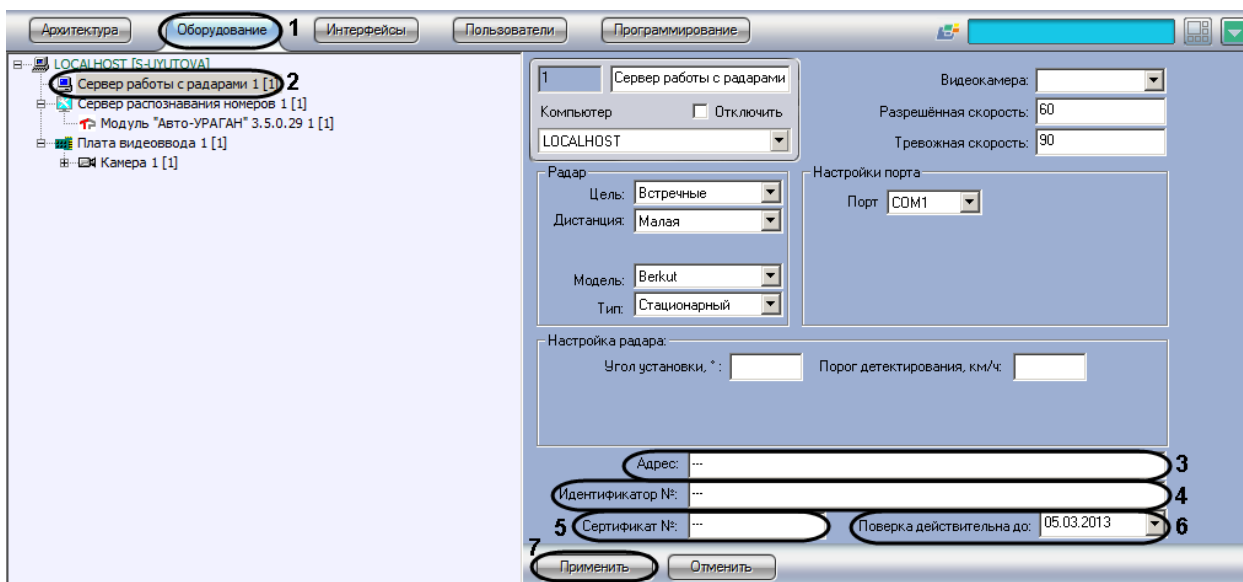

Рис. 7.3—11. Задание сведений об устройстве «Радар» для отображения в отчете о распознанном номере
2. В дереве объектов на вкладке «Оборудование» выбрать объект «Сервер работы с радарными», соответствующий настраиваемому программному модулю «Радар» (см. Рис. 7.3—11, 2). В правой части вкладки «Оборудование» отобразится панель настройки выбранного объекта
3. В поле «Адрес» ввести адрес местонахождения устройства «Радар» (см. Рис. 7.3—11, 3)
4. В поле «Идентификатор №» ввести заводской идентификационный номер устройства «Радар» (см. Рис. 7.3—11, 4)
5. В поле «Сертификат №» ввести номер соответствующего устройству «Радар» сертификата (см. Рис. 7.3—11, 5)
6. Из раскрывающегося списка «Проверка действительно до» выбрать дату, до достижения которой действительна метрологическая поверка устройства «Радар» (см. Рис. 7.3—11, 6)